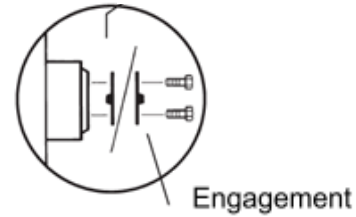

Fig10-1 Desserrage des freins
- 2) Retournez tous les couvercles séparant les moyeux des roues motrices pour desserrer les freins de roue, comme illustré à la Fig10-1.